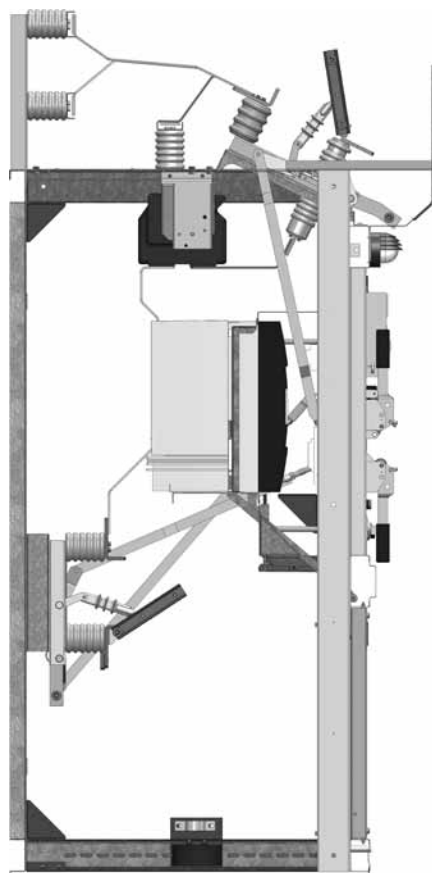

Рисунок 2.4. Общий вид камеры КСО-298М
5.4. Камеры КСО-298М (рисунок 2.4) являются дальнейшим продолжением линейки серии КСО-298 и расширяют рамки возможного применения серии. В этих камерах используются вакуумные выключатели EVOLIS с пружинно-моторным приводом.